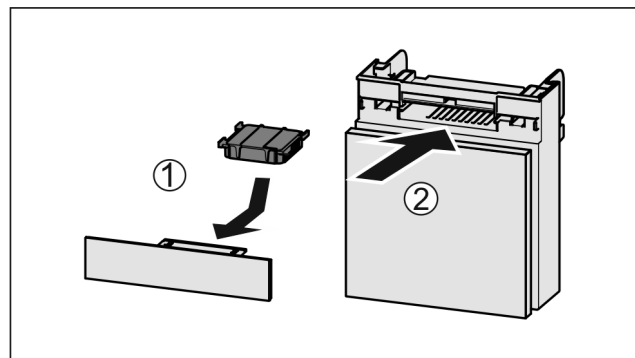

Fig. 155
- Aktivni ogljeni filter vstavite Fig. 155 (1) skladno s prikazom na sliki.
- Aktivni ogljeni filter se zaskoči. Če je aktivni ogljeni filter obrnjen navzdol: ► Predal potisnite noter Fig. 155 (2).